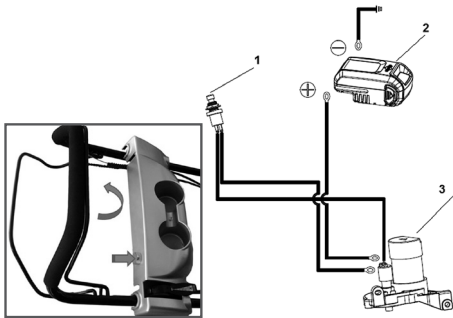

Рис. 9 Запуск двигателя с электрическим стартером
Для запуска двигателя электрическим стартером нажмите на рычаг останковки двигателя и нажмите кнопку запуска (Рис. 9). Принципиальная схема электрического стартера приведена на Рис. Система запуска состоит из кнопки запуска (1), литиевой аккумуляторной батареи (2), электрического стартера (3), соединительных проводов и зарядного устройства.